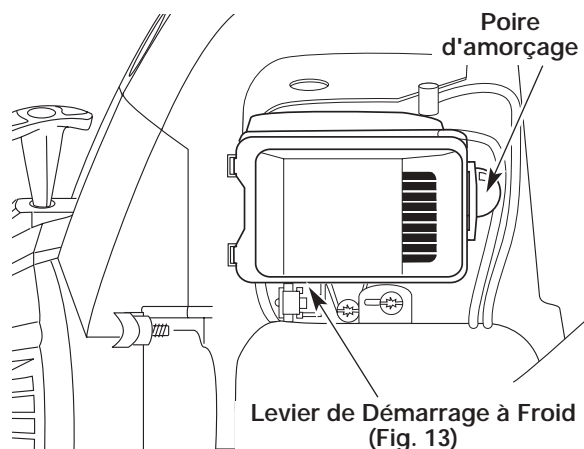

Fig. 11
3. Pressez et relâchez la poire d'amorçage à 10 reprises, lentement. Une certaine quantité de **carburant devrait être visible dans la poire d'amorçage** et les conduites de carburant (Fig. 11). Si vous n'apercevez pas de carburant dans la poire, pressez et relâchez la poire autant de fois que nécessaire jusqu'à ce que vous aperceviez du carburant dans cette dernière.